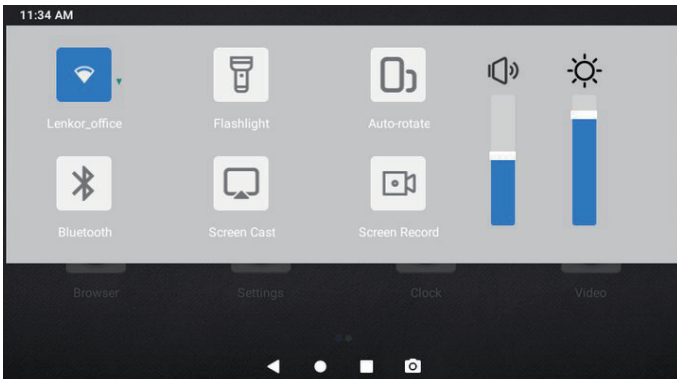

Figura 1.2.2
**Menu de Deslice Hacia Abajo:** Deslice hacia abajo desde la parte superior de la pantalla para exhibir el Menu de Deslice Hacia Abajo. Esto le da acceso instantáneo al Wi-Fi, Bluetooth, una linterna, volumen, brillo de la pantalla, protección de pantalla, rotación, y grabación de pantalla (ver Figura 1.2.2).